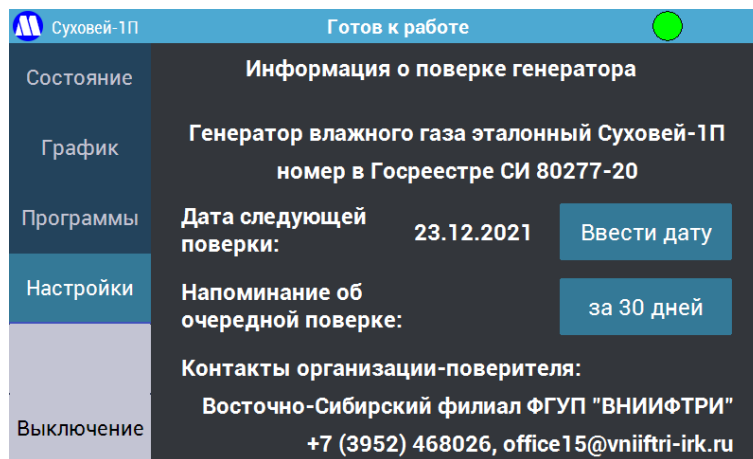
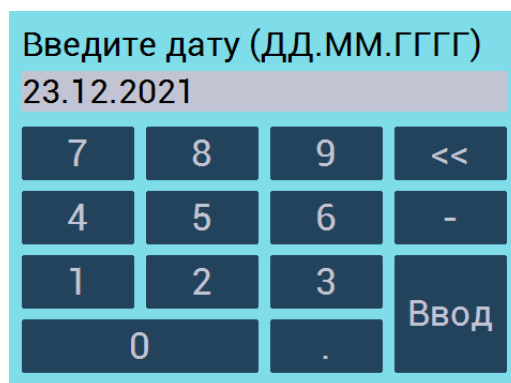

Рисунок 18 – Экран «Информация о поверке генератора».
Рисунок 19 – Экранная клавиатура для ввода даты следующей поверки генератора.
7.2.11.5. Кнопка «**Информация о поверке генератора**» отображает экран (Рисунок 18), на котором указано полное наименование генератора, его номер в Федеральном информационном фонде по обеспечению единства измерений, контакты организации-поверителя (на момент разработки настоящего документа – единственного в России, который имеет право осуществлять поверку генераторов влажного газа 1-го разряда), имеется возможность ввода даты очередной поверки с экранной клавиатуры (Рисунок 19). При вводе даты с экранной клавиатуры соблюдайте следующий формат ввода даты – ввод точек обязателен, день и месяц вводятся двумя цифрами, год – четырьмя. Имеется возможность установки напоминания о предстоящей поверке при включении генератора. Рекомендуется обращаться в организацию-поверитель минимум за месяц до окончания срока поверки.